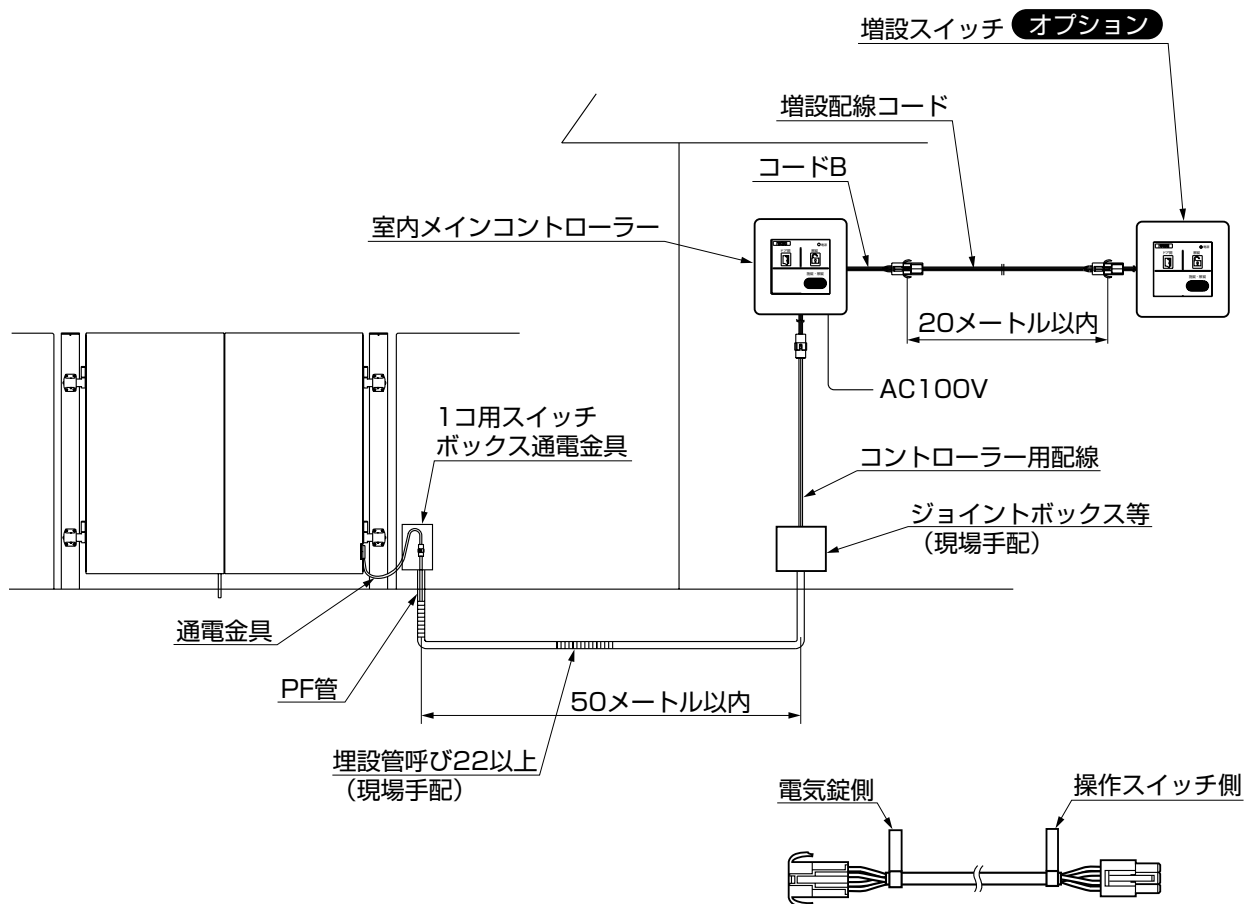

図12-1 コントローラー用配線
- コントローラー用配線には、方向がありますので埋設する際、注意してください。(図12-1参照)